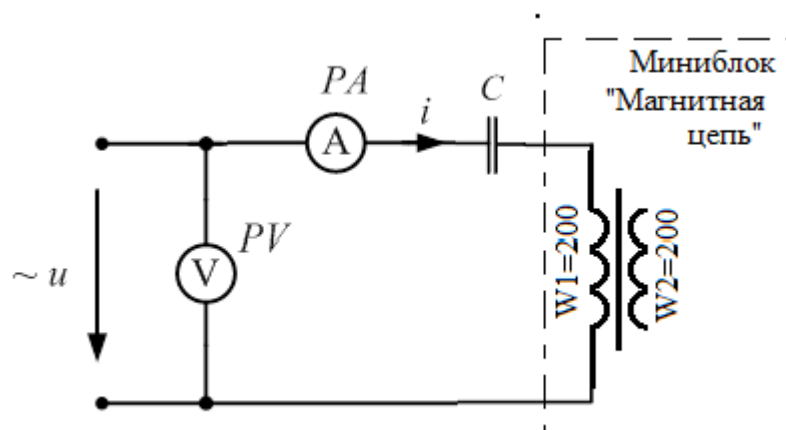

Рисунок 3.6 –Электрическая схема с последовательным соединением катушки с ферромагнитным сердечником и линейной ёмкости
1. Соберите электрическую цепь, соответствующую схеме на рис. 3.6. Исключите немагнитный зазор в катушке, если он имеется.